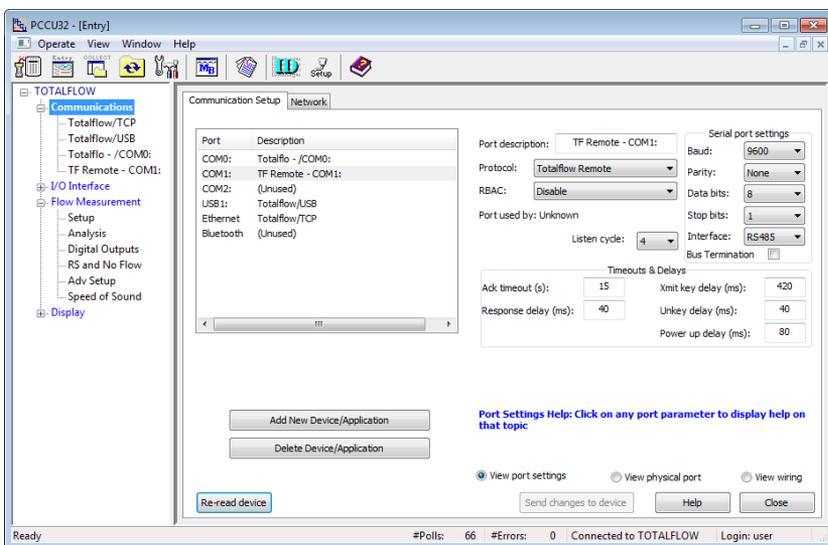

Figura 20: Tela de configuração das comunicações
1. Na árvore de navegação, clique em **Communications** (Figura 20) (Comunicações).